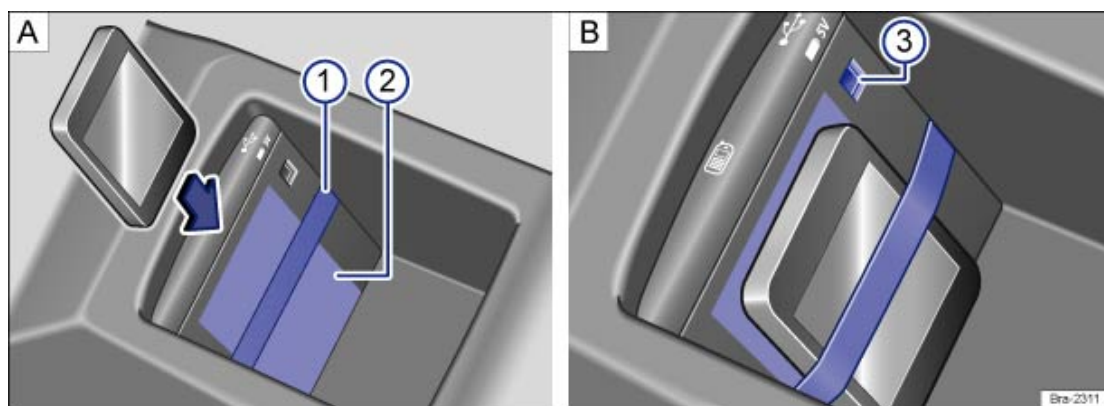
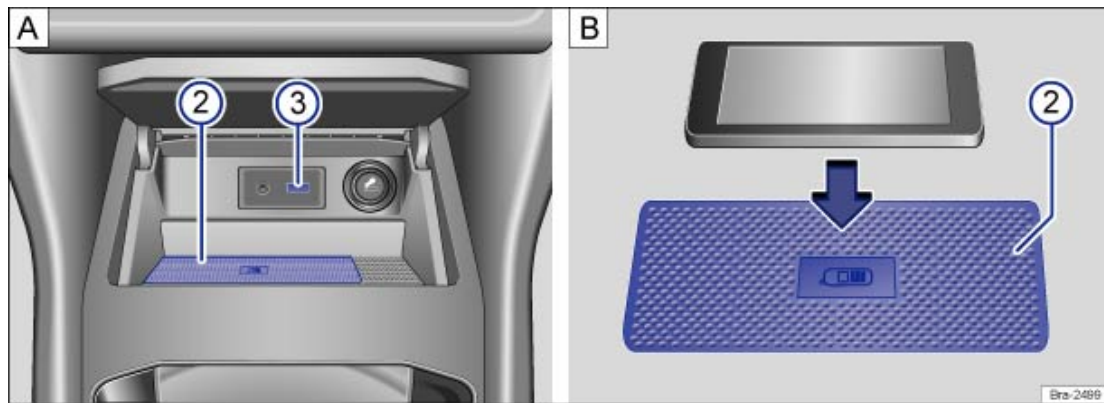

Fig. 33 Variante 1 : emplacement pour téléphone mobile et port USB dans le rangement de l'accoudoir central avant
Fig. 34 Variante 2 : emplacement pour téléphone mobile et port USB dans le rangement situé dans la partie inférieure de la console centrale avant
Pour le raccordement à l'antenne extérieure du véhicule, le téléphone mobile doit être placé sur l'emplacement → Fig. 33 ou → Fig. 34 .
Selon l'équipement, le téléphone mobile peut être déposé dans le rangement de l'accoudoir central avant → Fig. 33 ou dans le rangement situé dans la partie inférieure de la console centrale avant → Fig. 34 .
- Retirez la sangle de retenue → Fig. 33 de l'emplacement → Fig. 33 .
- Mettez en place le téléphone mobile entre l'emplacement pour téléphone mobile → Fig. 33 et la sangle de retenue → Fig. 33 (le dos du téléphone mobile doit reposer sur la surface de rangement → Fig. 33 ).
- Remettez la sangle de retenue → Fig. 33 en place.
- Faites glisser le téléphone mobile complètement vers le bas et centrez-le sur l'emplacement pour téléphone mobile → Fig. 33 .
- Mettez en place le téléphone mobile sur l'emplacement pour téléphone mobile → Fig. 34 (le dos du téléphone mobile doit reposer sur la surface de rangement).
Selon l'équipement, un port USB  permettant de recharger des appareils USB (par ex. téléphone mobile ou lecteur média) peut se trouver dans le rangement de l'accoudoir central avant → Fig. 33 ou dans le rangement situé dans la partie inférieure de la console centrale avant → Fig. 34 .
- La longueur maximale des téléphones mobiles placés entre l'emplacement pour téléphone mobile et la sangle de retenue → Fig. 33 ne doit pas dépasser environ 160 mm avec et sans câble de recharge.